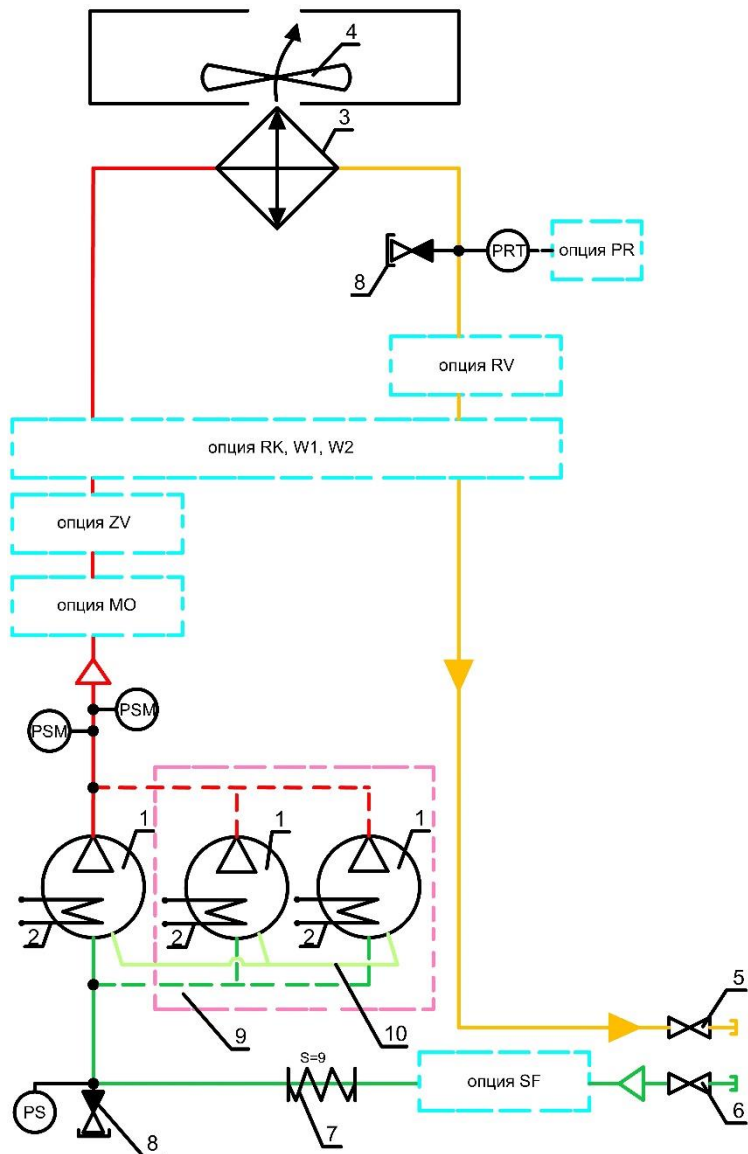

Рис.6.1. Гидравлическая принципиальная схема ККБ моделей 020-060
- Опция SF** – фильтр на линии всасывания – неразборный фильтр впаиваемый в трубопровод всасывания. Критерием замены фильтра является перепад давления до и после него более 0,3 бар (замеряется через штатные клапаны Шредера на корпусе фильтра или клапаны холодильного контура. Фильтр заменяют при закрытых запорных вентилях (поз 5 и 6 на рис.6.1 и 6.2) и запорном вентиле на нагнетающем вентиле (если установлена опция ZV) с последующим вакуумированием этого участка (на случай отсутствия вентилей ZV в компрессоре имеется встроенный обратный клапан на нагнетающей линии);